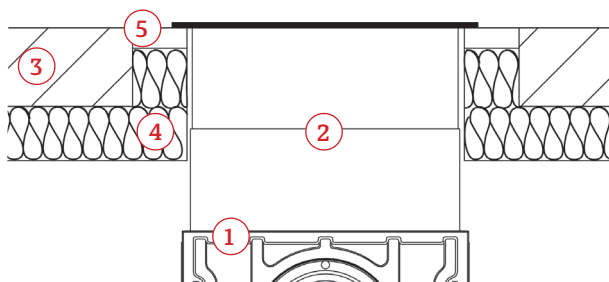

Abb.:4
- Die Außenbefeuerung ist beim Einbau mit einer Wärmeschutzdämmung von der Anbauwand thermisch zu trennen (Abb.:4). Es gelten die Bestimmungen für den Brand- und Wärmeschutz gleichlautend wie an der Frontplatte des Heizeinsatzes.